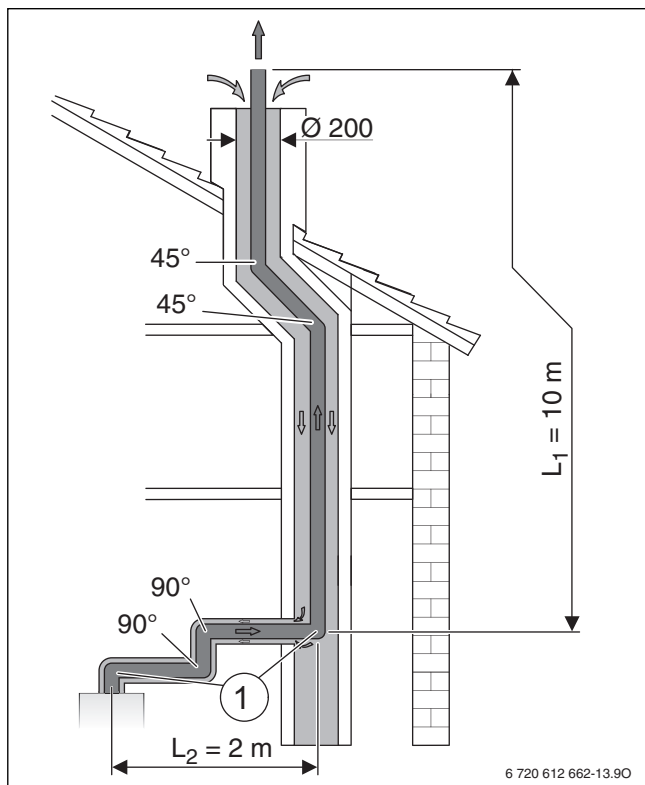

Fig. 17 Situație de montare pentru ghidarea gazelor arse în puț conform C93
**Indici ai situației de montare prezentate (→ Fig. 17)**